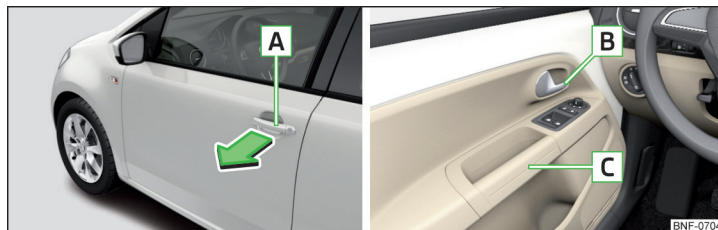

Abb. 32 Türgriff/Türöffnungshebel
- › Zum **Öffnen von außen** das Fahrzeug entriegeln und am Türgriff **A** in Pfeilrichtung ziehen » Abb. 32.